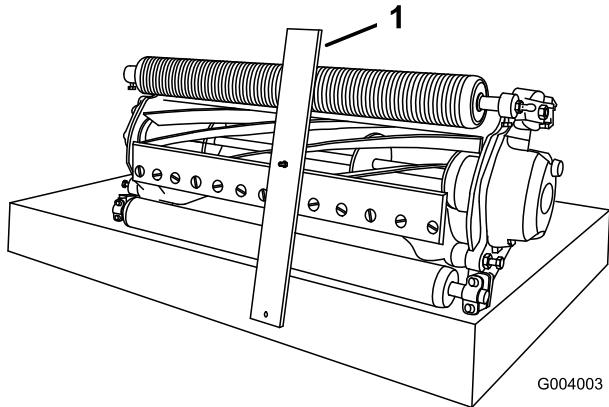

Figure 17
3. Accrochez la tête de la vis sur le bord tranchant de la contre-lame et appuyez l'arrière du gabarit contre l'arrière du rouleau (Figure 17).